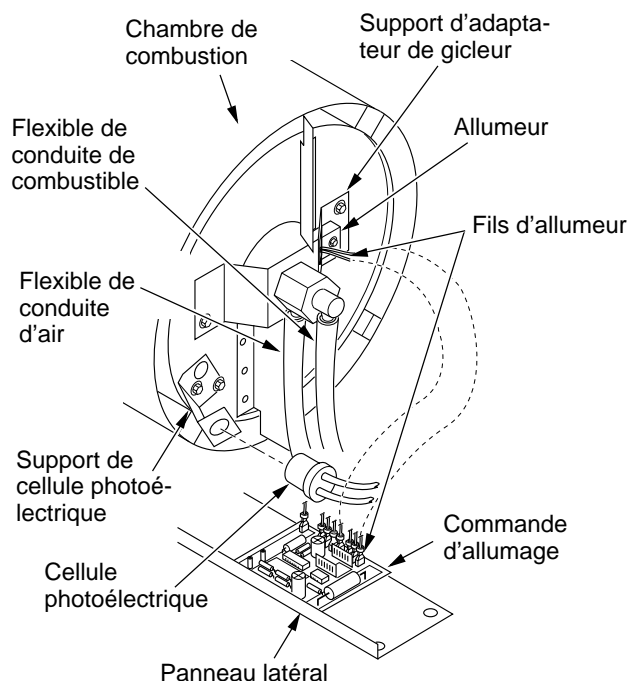

Figure 11 - Débranchement des fils d'allumeur de la commande d'allumage
- Débrancher les fils de l'allumeur (noir) de la commande d'allumage (voir figure 11). Tirer les fils de l'allumeur vers le haut par le trou du boîtier.
- Débrancher les flexibles des conduites de combustible et d'air. Enlever la cellule photoélectrique de son support (voir figure 11).